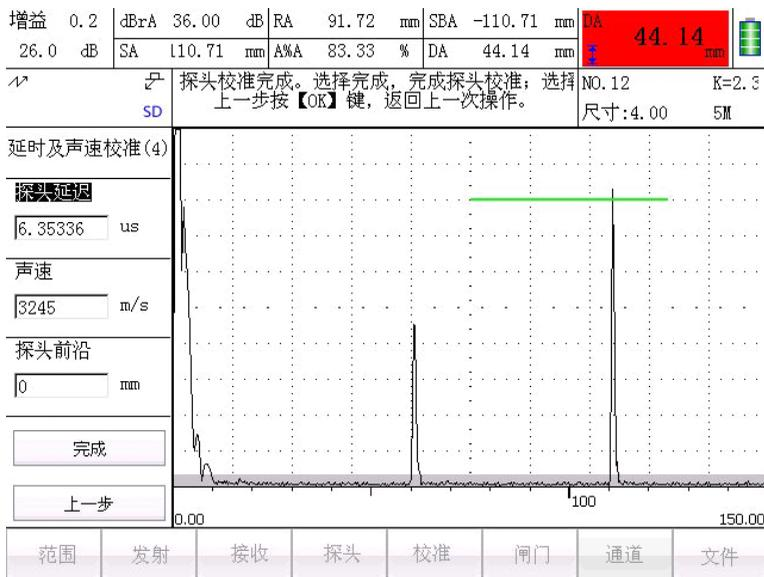

图 4.6 探头延时及声速校准 (4)
- 6) 若二次回波不在 A 闸门内，按【▲】、【▼】键手动微调节闸门 A 起始点位置。调节增益，使二次回波（试块 R100 圆弧面回波）高度在满刻度的 80% 左右，略高于闸门 A。点击记录 2 按钮，进入探头延时及声速校准（4）界面，如图 4.6 所示。